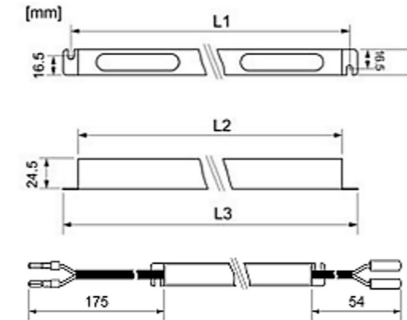

Bild 3: Maßzeichnung
- In der Nut Bohrungen für die Befestigung der Lichteinsätze vorbereiten. Für den Abstand der Bohrungen Maßzeichnung beachten (Bild 3).